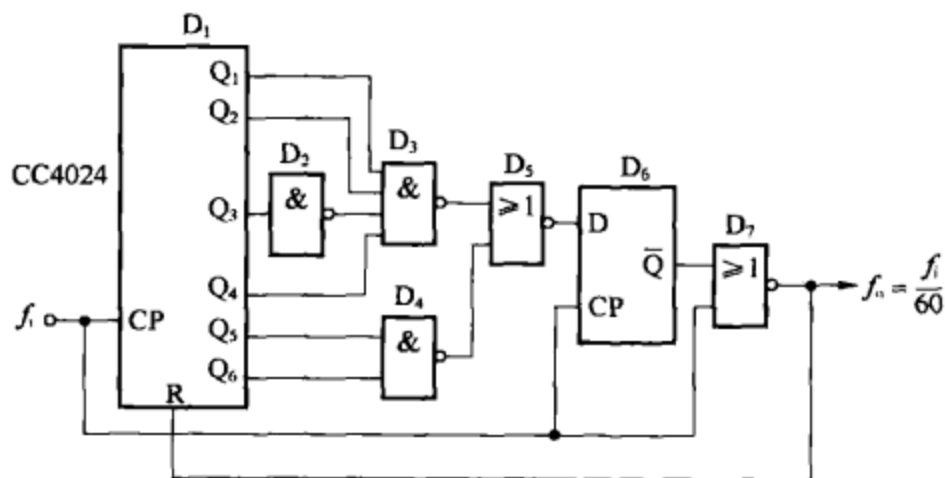

图 8-47
(2) 图 8-47 所示为 $\frac{1}{60}$ 分频器电路。电路由二进制异步计数器 CC4024 (D_1), 非门 D_2 , 与非门 D_3 、 D_4 , 或非门 D_5 、 D_7 , D 型触发器 D_6 等组成。当输入第 60 个计数脉冲时, D 型触发器 D_6 输出为高电平, 第 60 个计数脉冲的下降沿经或非门 D_7 形成复位脉冲, 加至 CC4024 清零端使其清零复位, 实现 $\frac{1}{60}$ 分频。